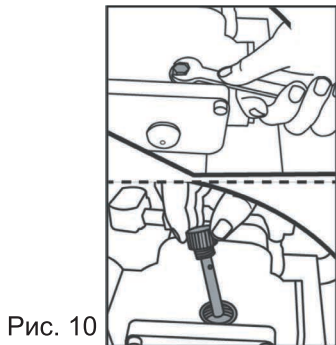

Рис. 10
8. Открутите транспортировочную пробку и вставьте на её место масляный щуп (рис. 10). Проверьте уровень масла в помпе. При необходимости, долейте масло до необходимого уровня (См. пункт 8 «Замена масла в помпе»)